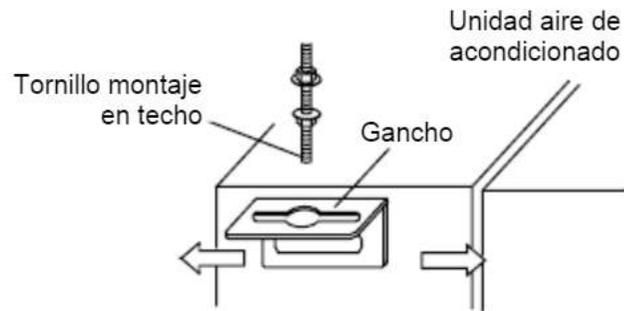

Fig. 9.2
(2) Instale el gancho en la unidad interior según se muestra en la Fig. 9.2.